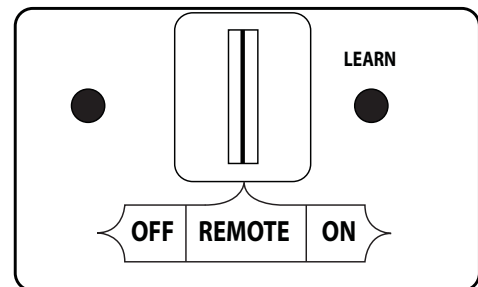

Fig. 12-1 Détail récepteur de télécommande (REMOTE)
1. Repérez l'interrupteur à 3 positions sur le récepteur de télécommande (voir Fig. 12-1), Et faites glisser le commutateur sur la position **REMOTE**.